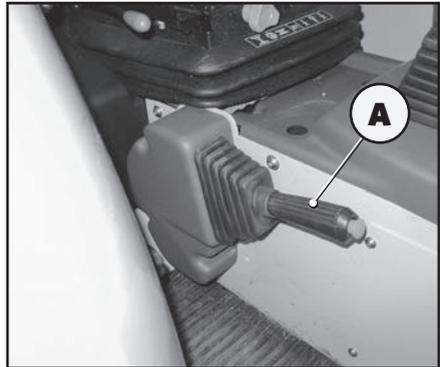
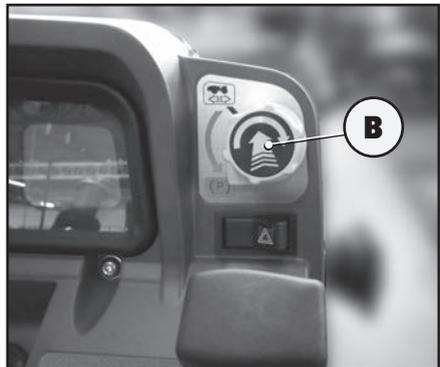

Abb. 5.8
Abb. 5.9
- Den gewünschten Gang mit dem Hebel (3) einlegen;
- Den gewünschten Bereich mit dem Hebel (1) einstellen;
- Die gewünschte Fahrtrichtung mit dem Wendegetriebehebel (2) einstellen;
- Die Feststellbremse (A) lösen (Abb. 5.8). Falls der Traktor mit automatischer Feststellbremse "Brake-off" ausgestattet ist, den Drehknopf (B) in die Position  drehen (Abb. 5.9) und beide Bremspedale treten.